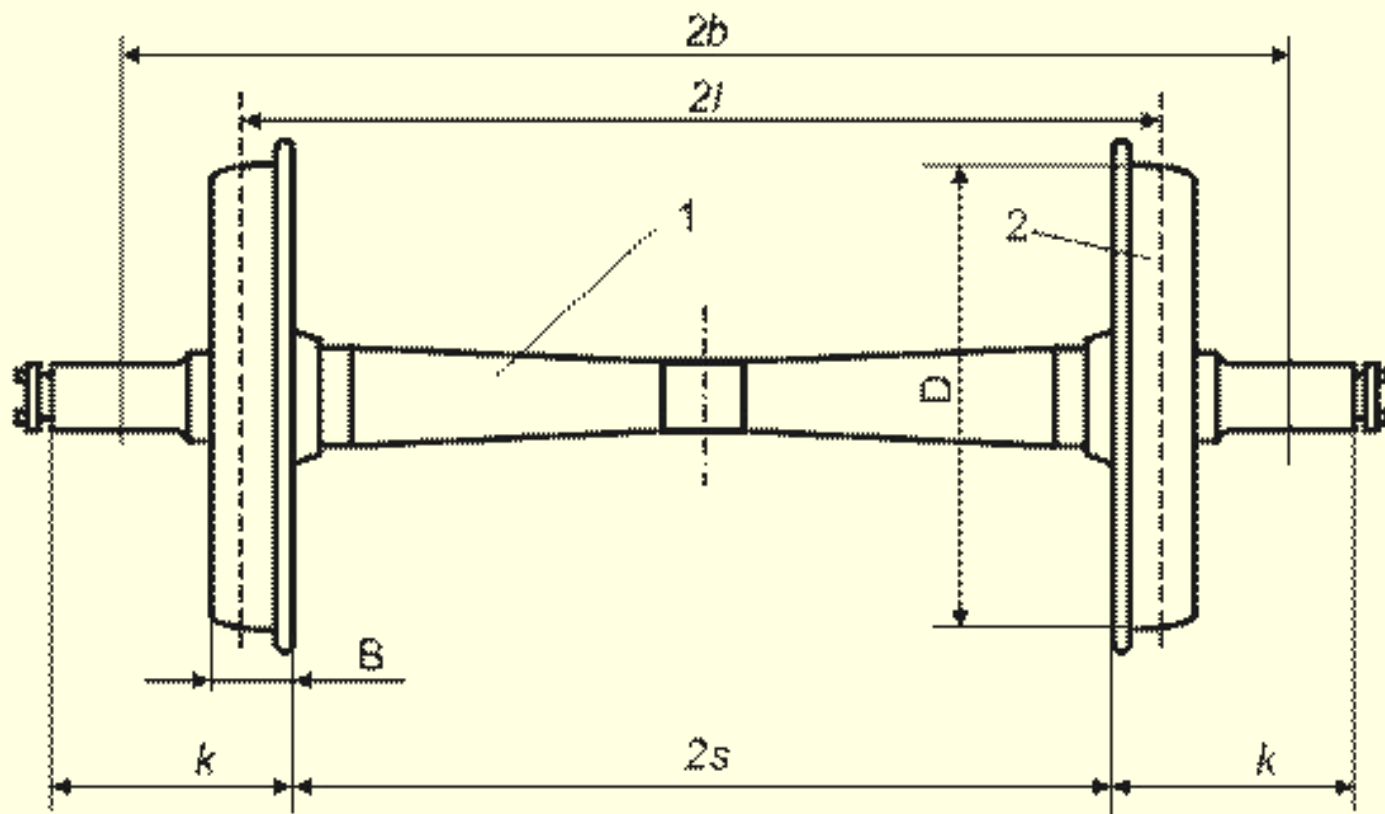

Рисунок 3. Основные размеры колесной пары
- Для безопасного движения вагона по рельсовому пути на ось 1 прочно закрепляются колёса 2 (рис. 3) с соблюдением строго определённых размеров. Расстояние между внутренними гранями колёс $2s$ составляет: для новых колёсных пар, предназначенных для вагонов, обращающихся со скоростями до 120 км/ч - (1440 ± 3) , свыше 120, но не более 160 км/ч - (1440) мм. Номинальное расстояние между кругами катания колес 2I равно 1580 мм, а между серединами шеек 2b – 2036 мм.